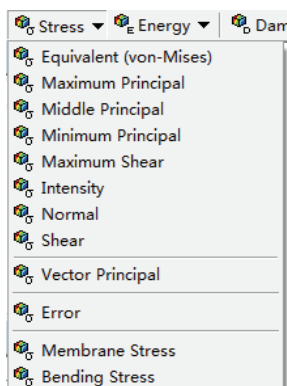

图 10-16 添加应力图
2) 选择 Solution 工具栏中的 Stress>Equivalent，如图 10-16 所示，此时在树结构图中会出现 Equivalent Stress 选项。